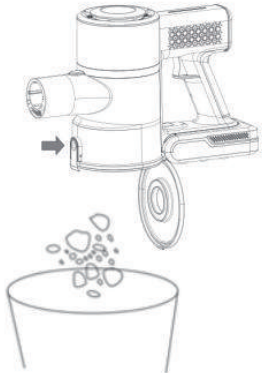

Fig 1.
2. Appuyez sur le bouton release pour abaisser automatiquement la lunette inférieure, comme le montre la Fig 1.
2. Appuyez sur le bouton de libération, maintenez le gobelet d'aspiration et tournez-le dans le sens des aiguilles d'une montre pour retirer le gobelet d'aspiration, figure 1.
5. Remettez le préfiltre au comptoir et s'assurer qu'il est verrouillé en place, comme le montre la Fig 1.
Sans enlever le couvercle de poussière, appuyez directement sur le bouton de libération du couvercle de poussière et placez la poussière dans le contenant de déchets. Fig 1.